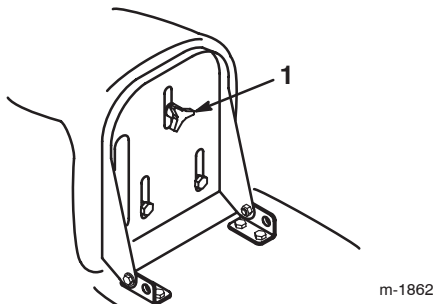

Bild 4
1. Heben Sie den Sitz an und lösen Sie das Einstellhandrad (Bild 4).